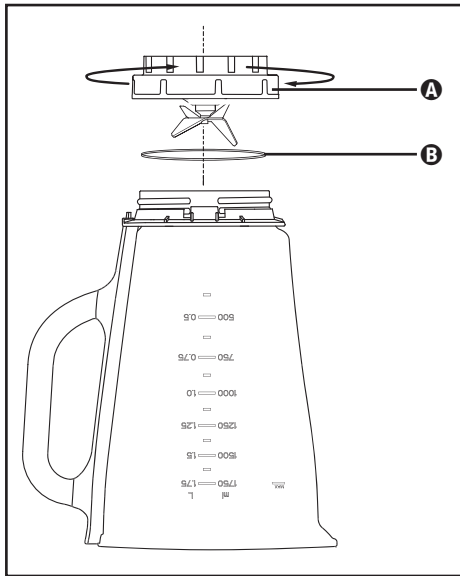

Abb. 3
- 2) Stellen Sie das Gerät auf den Kopf und drehen Sie den Aufsatz **A** gegen den Uhrzeigersinn, so dass er sich vom Behälter des Mixaufsatzes **3** lösen lässt (siehe Abb. 3).